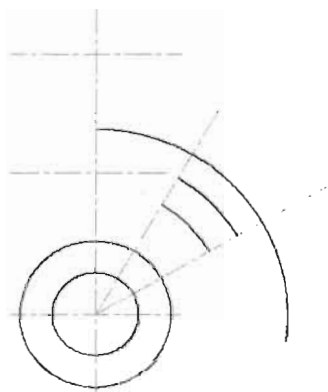

图 3-159
(7) 在命令提示行中输入 Trim 命令，对图形进行修剪，修剪结果如图 3-159 所示。